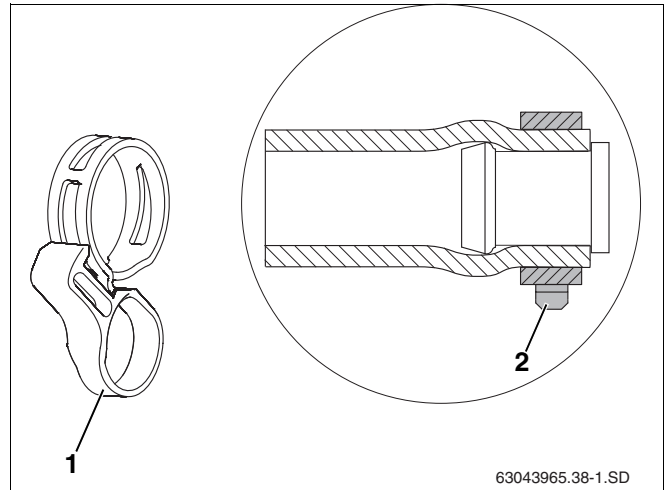

Рис. 36 Пружинный хомут с фиксирующим кольцом, установленный на заглушку
- ▶ Правильное положение пружинного хомута нужно обеспечить непосредственно перед затяжкой фиксирующего кольца (рис. 36, поз. 1) и (рис. 36, поз. 2). Последующее ослабление плоскогубцами может повлиять на зажимное усилие.